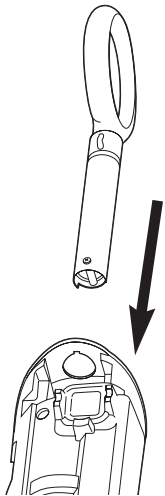

FIG. 2
Step 1: Slide the handle into the hole as pictured (FIG. 2).
Étape 1 : Glissez la poignée dans le trou de la façon illustrée (FIG. 2).
Paso 1: Deslice la manija hacia el orificio como se ilustra (FIG. 2).